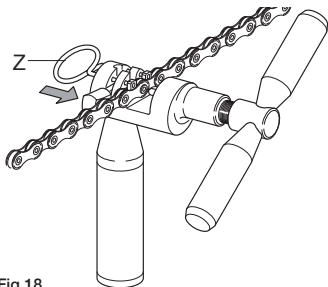

Fig.18
- Bloquez le maillon à l'aide du dispositif de blocage prévu à cet effet (Z - Fig. 18).